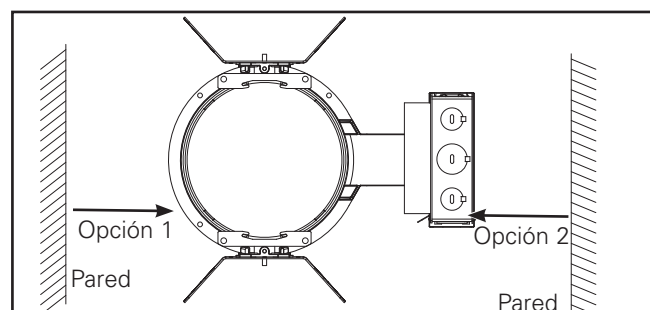

Figura 10.
1. Para la opción de montaje en pared, instale el marco con la caja de derivación hacia la pared. (Figura 10.).